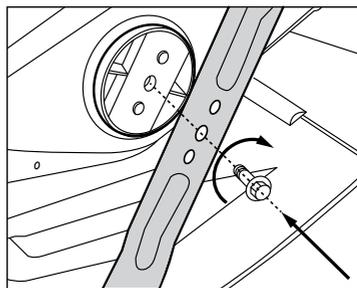

Рис. 12
5. Закрепите новый нож болтом, подложив под него шайбу. Обратите внимание на то, чтобы нож был правильно ориентирован (рис. 12).